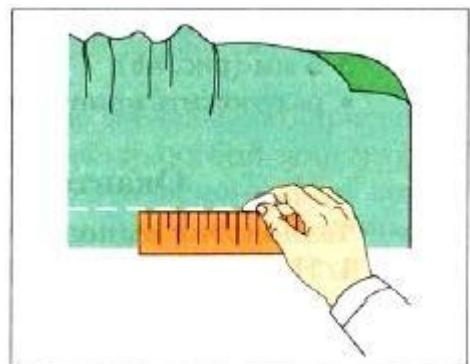

Рис. 44. Выкраивание прямой бейки
- отложить от среза ширину бейки и обозначить ее линией (рис. 44);